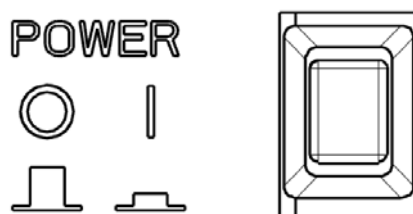
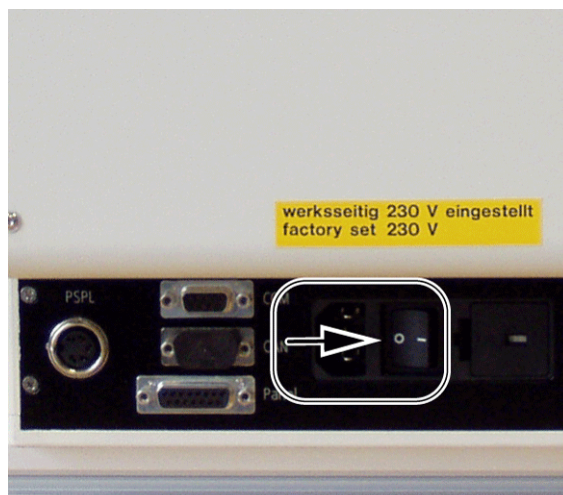

Abb. 32: Ein-/Ausschalter an der Gerätefrontseite
Abb. 33: Ein-/Ausschalter an der Geräterückseite
3. Schalten Sie den Ein-/Ausschalter an der Gerätefrontseite (Ausführung: Kopfwechsel von vorn) bzw. an der Geräterückseite (Ausführung: Kopfwechsel von hinten) in Stellung „I“ (siehe Abb. 32 bzw. → Abb. 33).